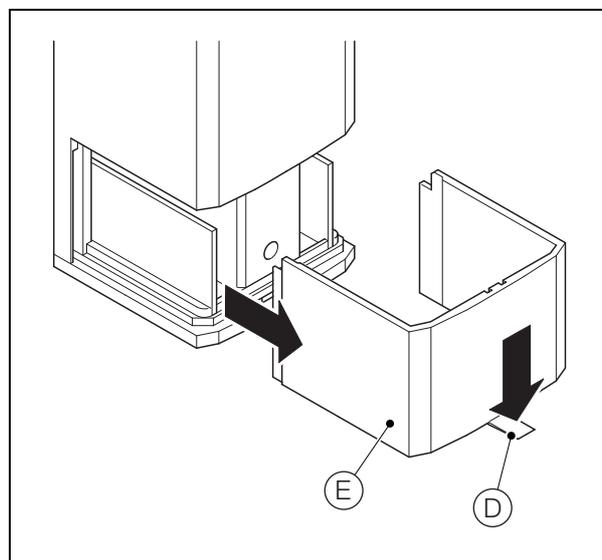
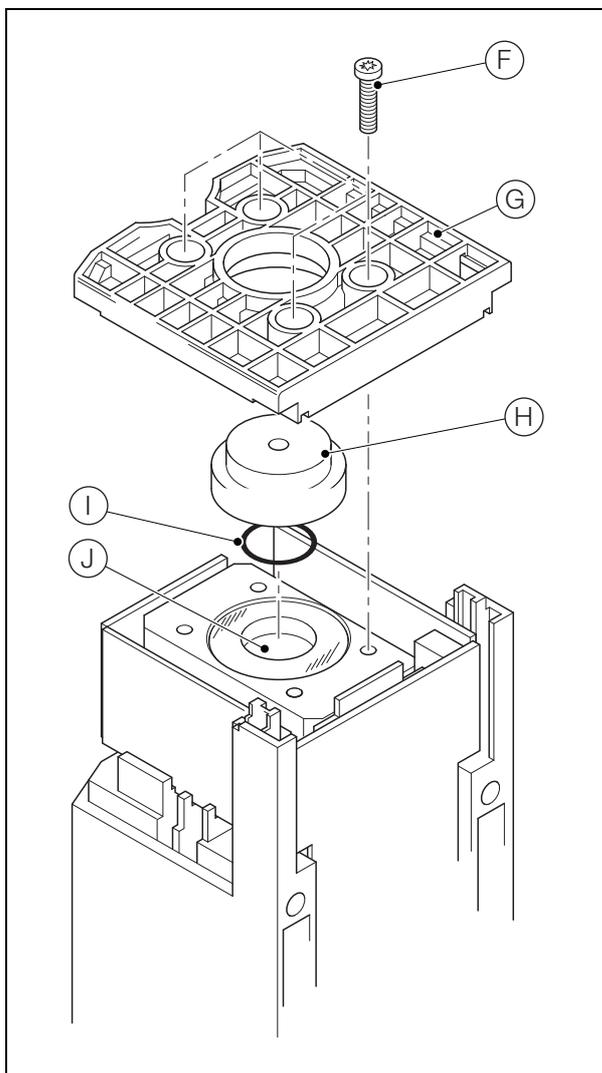

Fig. 13.10 Desmontaje de la tapa de la célula de medida
Fig. 13.11 Desmontaje de la placa base de la célula de medida
3. Con referencia a Fig. 13.10, presione el retén (D) y retire la tapa (E).
4. Con referencia a Fig. 13.11,
- a. Invierta el conjunto de célula de medida, quite los cuatro tornillos (F) y desmonte la placa base (G).
- b. Retire la tapa de sellado (H) de la cara del extremo del tubo de muestra y retire la junta (I). Deseche la junta.
- c. Limpie todo rastro de fluido del interior del tubo de muestra (J).
12. Con referencia a Fig. 13.11,
- a. Instale una nueva junta tórica (I) en la tapa (H), asegurándose de que quede correctamente situada en la misma.
- b. Invierta el conjunto de célula de medida y ponga la tapa (H) sobre el extremo del tubo de muestra (J).
- c. Reinstale la placa base (G) asegurándose de que la tapa quede centrada en el orificio de dicha placa. Fije la placa base con los cuatro tornillos (F).
13. Con referencia a Fig. 13.10, reinstale la tapa (E).